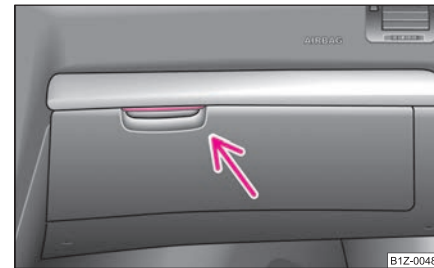

Fig. 99 Tabloul de bord: Torpedoul de pe partea pasagerului din dreapta
- Apăsați mânerul capacului ⇒ fig. 99 – capacul se deschide în jos.